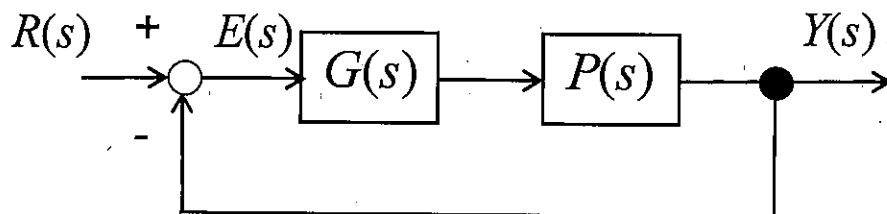

図 2-3
- II. 図 2-3 に示すようなフィードバック制御系を考える. ここで,  $R(s)$ ,  $E(s)$ ,  $Y(s)$  はそれぞれ, 目標値  $r(t)$ , 偏差  $e(t)$ , 出力  $y(t)$  のラプラス変換を表す. また,  $P(s)$  はプラント,  $G(s)$  は制御器の伝達関数を表す.
以降の設問では, 図 2-3 に示すフィードバック制御系は安定であるとする.